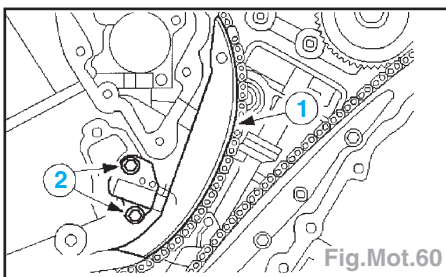

Fig.Mot.60
- Poser le bras tendeur gauche (matériau noir) (1) (Fig.Mot.60).
- Poser la plaque adaptatrice de tendeur gauche, le tendeur de chaîne de distribution (2) et les vis.